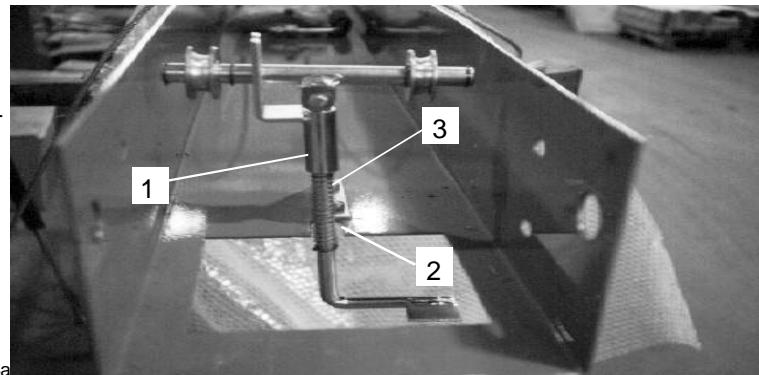

Fig. 43a
- 1 - fissare il sensore (1) sulla trave superiore (dal lato della colonna comando) mediante le viti (2) TE M6x25 ed i relativi blocchi (3) M6 in dotazione (Fig. 43a).
- 1 - Fix the sensor (1) on the upper beam (from the driven column side) by the screws (2) TE M6x25 and the block nut (3) M6 (Fig. 43a).